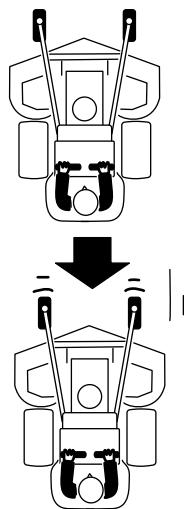

Bild 21
2. Ziehen Sie die Fahrantrebshebel langsam nach hinten (Bild 21).